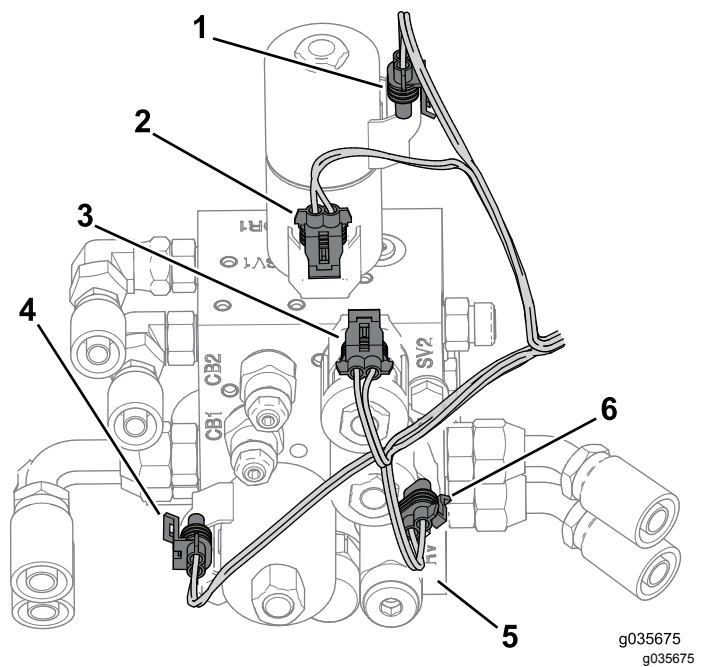

Bild 22
4. Schließen Sie den Kabelbaum am Hydraulikverteiler an (Bild 22).